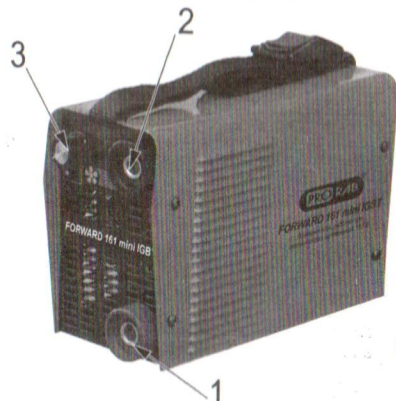

Рис. 1
- На передней панели аппарата расположены: поворотная рукоятка регулятора силы тока (3), силовые клеммы (1) и (2) (См. Рис.1) разъемы, для подключения сварочного кабеля с электрододержателем и заземляющего кабеля с зажимом.
- Настройка аппарата на необходимую величину сварочного тока производится поворотом рукоятки (3) по часовой стрелке.
- Сварочная дуга загорается спокойно, после зажигания величина тока падает до значения, установленного регулятором (3) (Рис.1).
- Выберите полярность сварки и подключите сварочный кабель с электрододержателем и заземляющий кабель с зажимом к соответствующим силовым клеммам (1) и (2)(См. Рис. 1), закрепите поворотом вправо до упора.
- Подключите сварочные кабели к соответствующим силовым клеммам (1) и (2)(См. Рис.1) на передней панели аппарата.
- С помощью регулятора (3) настройте величину сварочного тока в соответствии с режимом сварки.